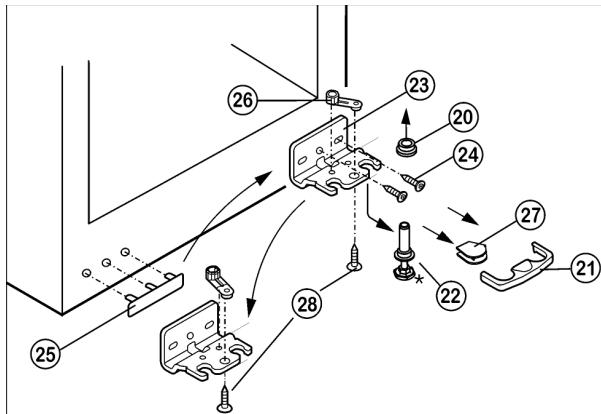

Fig. 5
- ▶ Предохранитель Fig. 5 (21) снимите движением вперед.
- ▶ Снимите крышку Fig. 5 (27).*
- ▶ Вытяните опорный палец Fig. 5 (22) вниз и вперёд. При этом следите за гнездом шарнира Fig. 5 (20).
- ▶ Открутите опорный кронштейн Fig. 5 (23)(2 шт. Torx 25) Fig. 5 (24).
- ▶ Открутите опорную деталь Fig. 5 (26)(1 Torx 25) Fig. 5 (28) и, переставив в отверстие на противоположной стороне опорного кронштейна, снова прикрутите.
- ▶ Осторожно приподнимите и переставьте крышку Fig. 5 (25) со стороны ручки.
- ▶ Снова прикрутите опорный кронштейн Fig. 5 (23) на новой стороне шарнира, при необходимости с помощью аккумуляторного шуруповерта через внешний продольный паз и круглое отверстие.
- ▶ Установите крышку Fig. 5 (27) на противоположной стороне.*
- ▶ Предохранитель (21) нужно зафиксировать сбоку на кронштейне, чтобы опорный палец и двери были защищены от выпадения.
- ▶ Снова защелкните предохранитель (21) на опорном кронштейне.
- ▶ Наденьте гнездо шарнира Fig. 5 (20).
- ▶ Установите дверцу сверху на нижний опорный палец Fig. 5 (22).
- ▶ Переставьте средний винт на нижнем опорном кронштейне Fig. 5 (23) в свободный продольный паз.
- ▶ При необходимости выровняйте дверцы через два продольных паза в нижнем опорном кронштейне Fig. 5 (23) параллельно корпусу устройства.